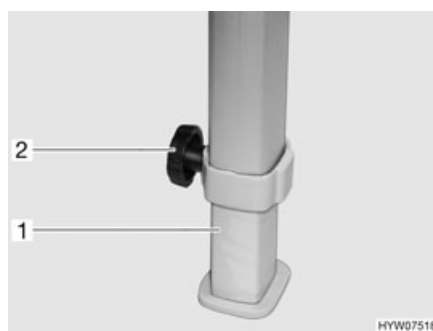

Fig. 38 Regolazione altezza (tavolo sospeso)
- Svitare la vite a testa cilindrica zigrinata (Fig. 38,2).
- Sollevare o abbassare il piano del tavolo in avanti, fino a che il piano del tavolo non è in posizione orizzontale. Contemporaneamente il prolungamento del piede del tavolo (Fig. 38,1) scorre verso l'esterno o l'interno.